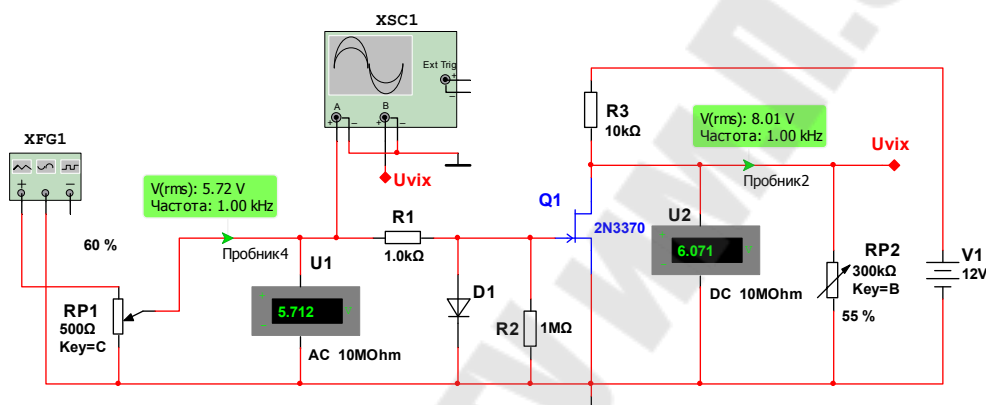

Рис. 3.2. Схема исследования ключевого каскада на полевом транзисторе
4. Собрать схему ключевого каскада на полевом транзисторе (рис. 3.2). На рис. 3.2 обозначено: V1 – источник постоянного напря-